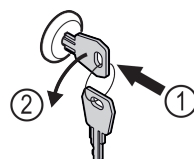

Fig. 162
- Introducir la llave. Fig. 162 (1)
- Girar la llave 90° en sentido antihorario. Fig. 162 (2)